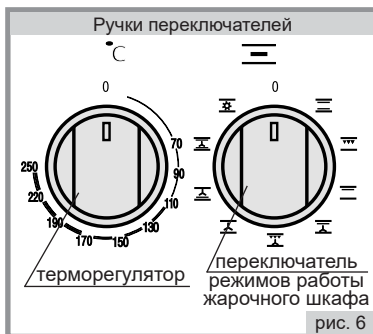

рис. 6
■ Установка рабочей температуры в жарочном шкафу обеспечивается терморегулятором, который задает необходимую температуру (рис.6). Значения температур указаны на панели управления и являются ориентировочными, могут колебаться в пределах  $\pm 15^{\circ}\text{C}$ .
- Ручкой переключателя режимов (рис.6) установить нужный Вам режим работы жарочного шкафа, повернув ручку в любую сторону и установив ее на нужный значок. При этом загорается красная сигнальная лампочка, что означает готовность жарочного шкафа к работе, но нагреватели при этом не включаются.